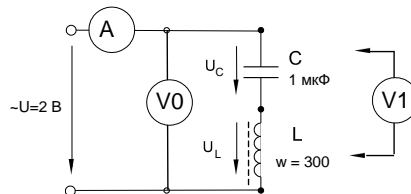

Рисунок 8.10. Схема электрической цепи
- Соберите цепь согласно схеме (рис. 8.10), подсоедините регулируемый источник синусоидального напряжения и установите напряжение на его входе 2 В и частоту 500 Гц. В качестве индуктивности с малым активным сопротивлением используйте катушку трансформатора 300 витков, вставив между подковами разъемного сердечника полоски бумаги в один слой (немагнитный зазор).